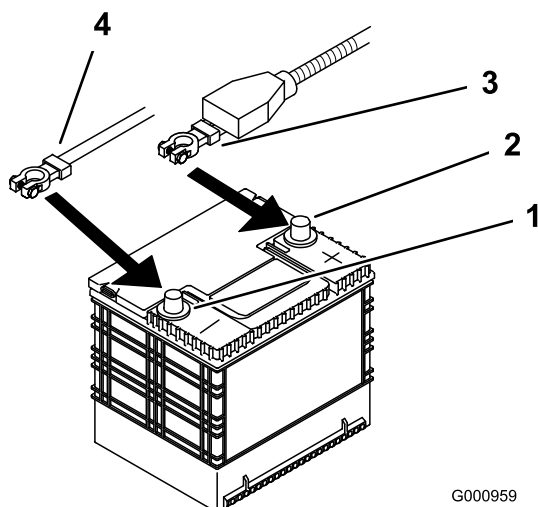

Figura 45
4. Scollegate prima il cavo negativo della batteria dal morsetto negativo (-) della batteria (Figura 45).
5. Sfilate la guaina rossa del morsetto dal morsetto positivo (rosso) della batteria. Togliete quindi il cavo positivo (rosso) della batteria (Figura 45).
4. Fissate i cavi con due bulloni (1/4 x 3/4 poll.), due rondelle (1/4 poll.) e due dadi di bloccaggio (1/4 poll.) (Figura 45).